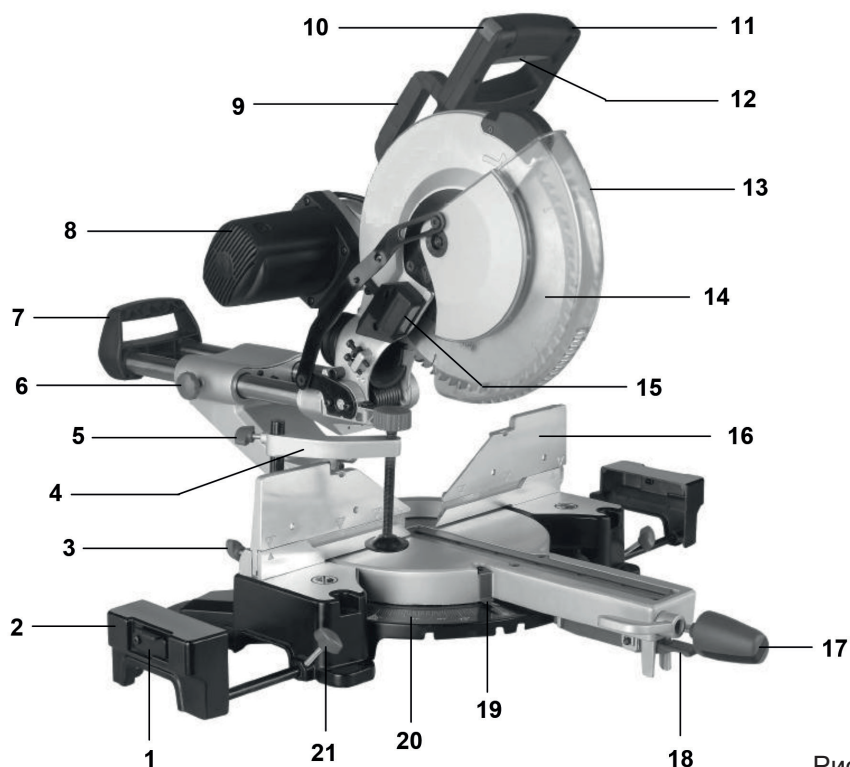
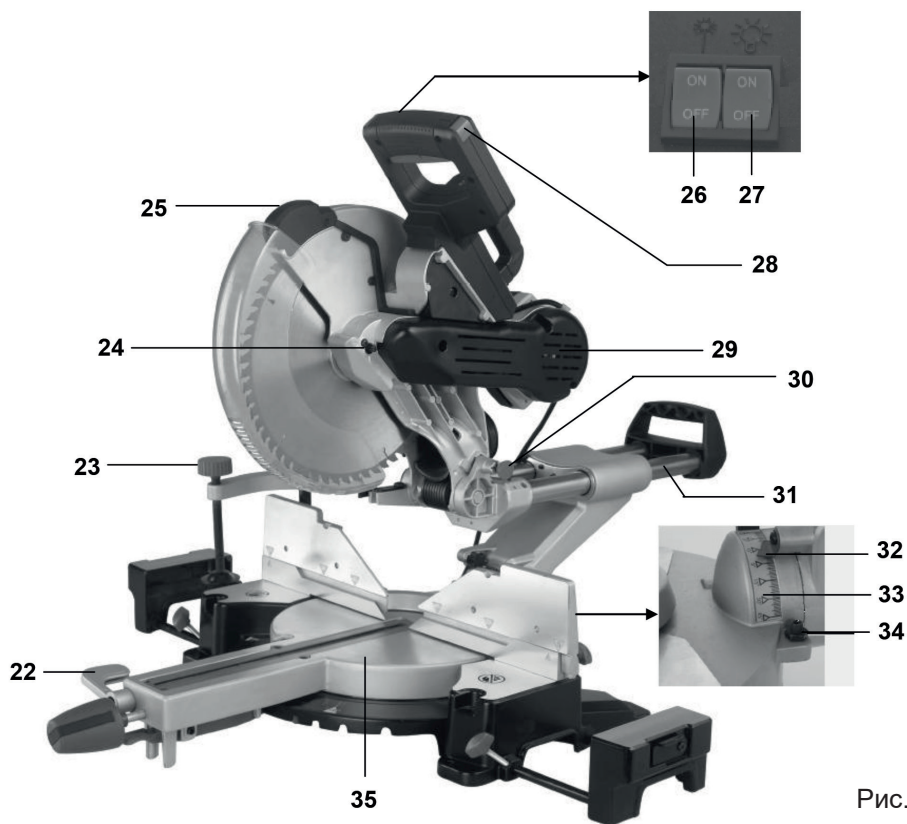

Рис. 1
Рис. 2
6.1. Сборка (рис. 1)
6.2. Приведение пилы в верхнее положение (рис. 1,2)
6.3. Транспортировка (рис. 1,2)
6.5. Установка поворотного стола в положение 0° (рис.1,2)
Пила оснащена пильным диском (4) (305x2,8x30мм) (рис. 1).
Нажмите и удерживайте кнопку блокировки шпинделя (24) (рис. 2), проворачивая пильный диск (14) зафиксируйте его.
Лазер (25) (рис. 2) легко включать и выключать: для этого нажимайте на выключатель (26) (рис. 2), расположенный на рукоятке пилы. Перед первым использованием лазерный метчик необходимо проверить и по необходимости настроить.
Подсветку рабочей зоны (15) (рис. 1) легко включать и выключать: для этого нажимайте на выключатель (27) (рис. 2), расположенный на рукоятке пилы.
Ослабьте винт фиксации (6) (рис. 1) и переведите пилу в заднее положение. Рычагом (22) разблокируйте поворот диска. Для регулировки положения 90° установите упор (45) в вертикальное положение. Вращением болта (44) установите пильный диск 14 (рис. 1) по угольнику (43) (не комплектуется) относительно поворотного стола (35).